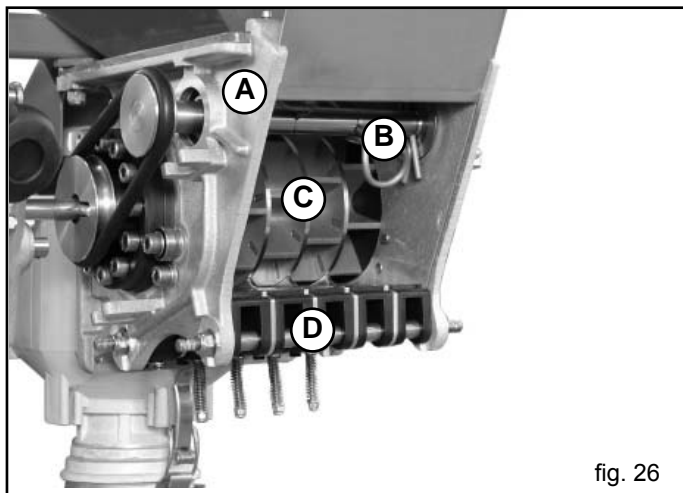

fig. 26
3.5.1 DOSEUR (Fig. 26)
L'agitateur présente un diamètre de 85 mm et est composé de 4 éléments (**épingles courbées**). Lorsque l'intervention de l'agitateur est excessive, retirer les deux épingles centrales (B, Fig. 26) pour diminuer de 50% l'effet de mélange.